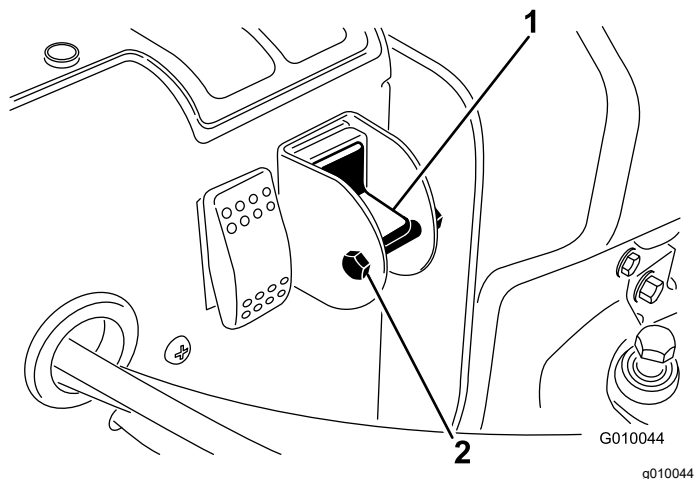

Figura 21
4. Îndepărtați urubul și piulița de blocare de la comutatorul selector (Figura 21).